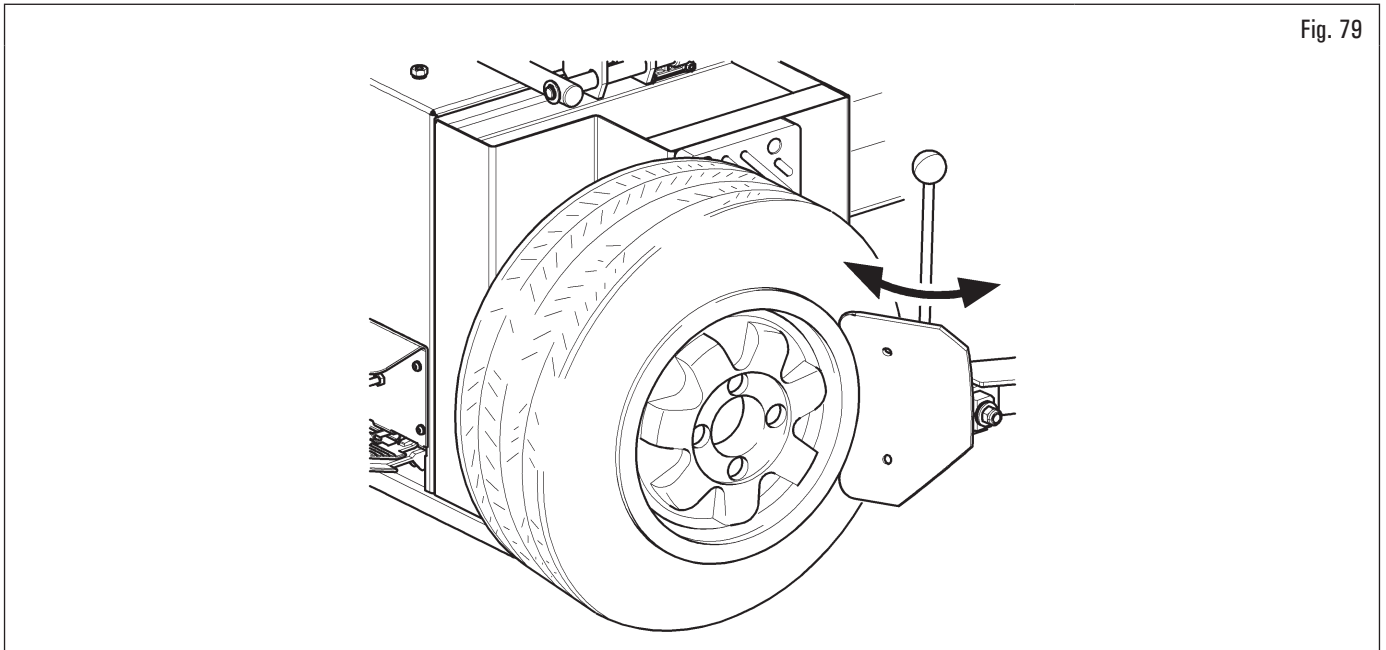

Fig. 79
1. positionner la roue comme indiqué sur la Fig. 79 et approcher la palette décolle-pneus au bord de la jante ;